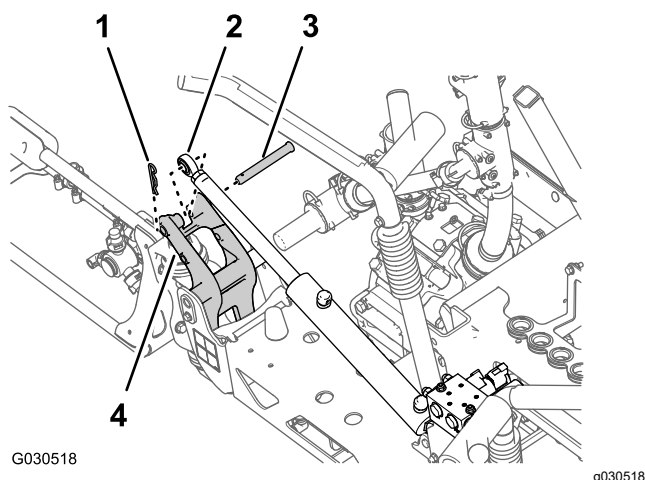

Figura 43
2. Retire el pasador y la chaveta que sujetan el extremo de la varilla del cilindro de elevación al soporte de giro (Figura 43).